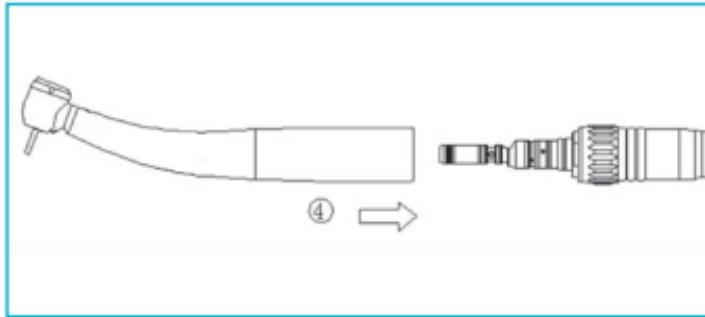

Abb. 6-2
- Den Schraubring des Turbinenschlauchs mit dem Schlüssel (im Lieferumfang enthalten) festziehen (Abb. 6-2②③).
- Die Turbine präzise ausgerichtet an die LED-Kupplung anschließen, sodass sie hörbar einrastet (Abb. 6-2④).